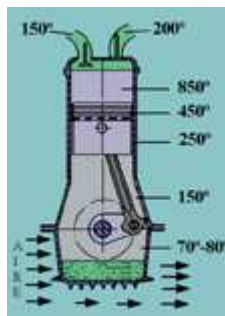

Fig. 19
• **Refrigeración del cárter (fig. 19)**